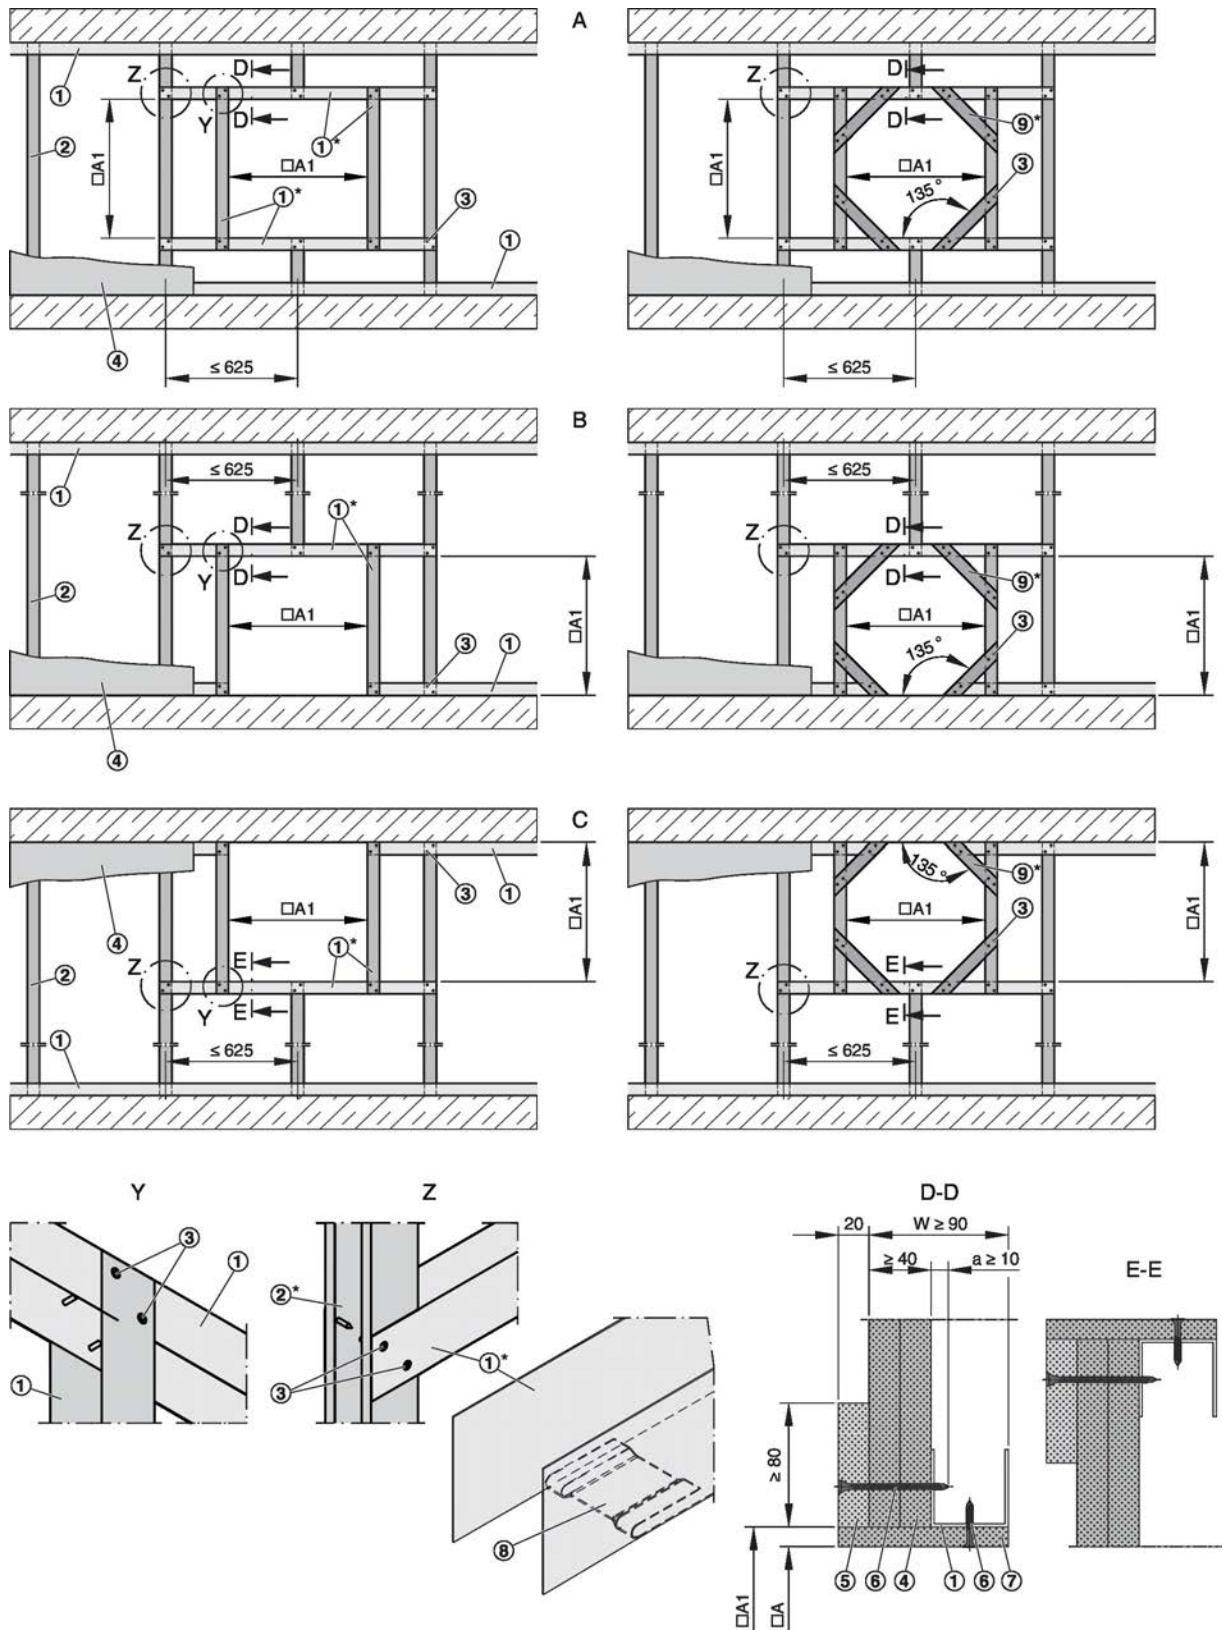

Fig. 40: Patinillos con estructura de pared metálica y aislamiento a un lado
- Construir el patinillo siguiendo las instrucciones del fabricante y realizar la abertura para instalación, más información Fig. 40
- Si la instalación se realiza con mortero, para compuertas a partir del tamaño nominal \varnothing DN 450, se deberán disponer de cuatro tramos ⑨ en ángulo de 45° para reforzar la estructura metálica de refuerzo.